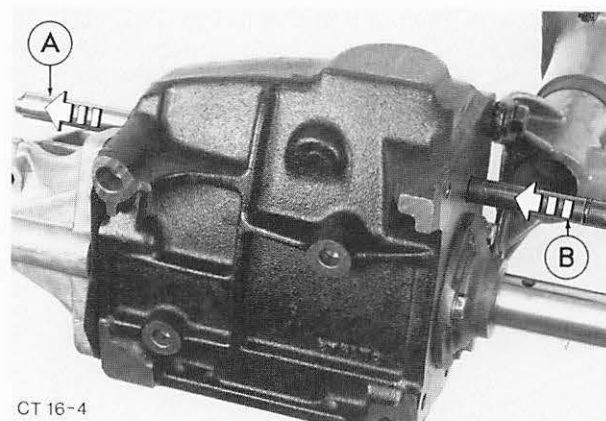

Abb. 86 Vorgelegewelle ausbauen
11. Schrauben (5) der Getriebeverlängerung entfernen. Verlängerung aus dem Sitz im Gehäuse herausziehen und so drehen, bis der Durchgang für die Vorgelegewelle frei wird.
12. Vorgelegewelle aus dem Preßsitz von **vorn nach hinten** her austreiben und anschließend mit Spezialwerkzeug 16-004 (Blindwelle) herauschieben. Abb. 86. Vorgelegezahnradblock absenken.